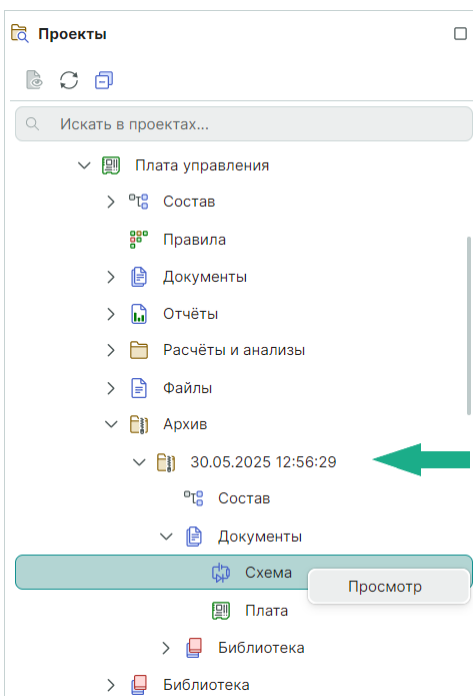

Рис. 78 Открытие архивной версии
3. При открытии архивной версии документа в редакторе, см. Рис. 78.